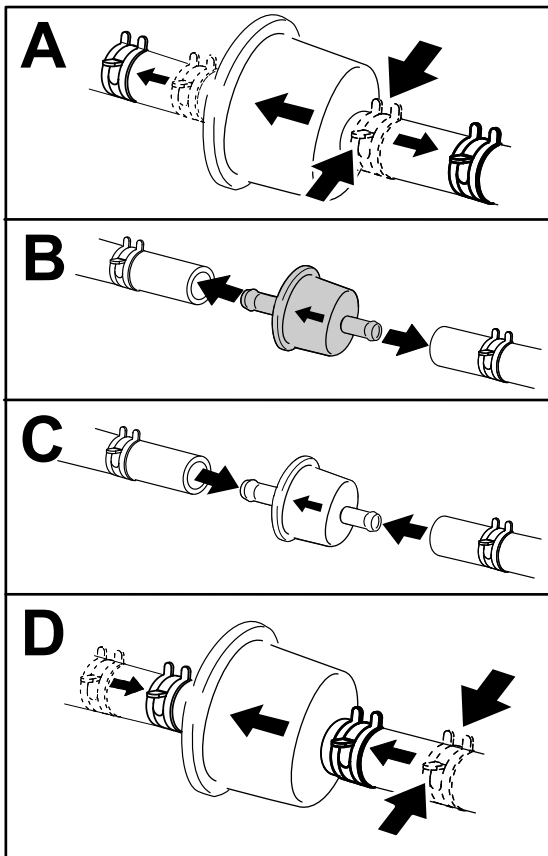

Figura 48
3. Înlocuiți filtrul (Figura 48).